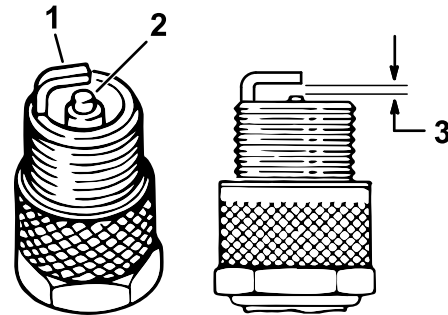

Figure 32
4. Vérifiez l'état des électrodes latérale et centrale, ainsi que de l'isolateur de l'électrode centrale (Figure 32).
5. Réglez l'écartement entre les électrodes centrale et latérale à **0,76 mm (0,03 po)**, comme montré à la Figure 32.